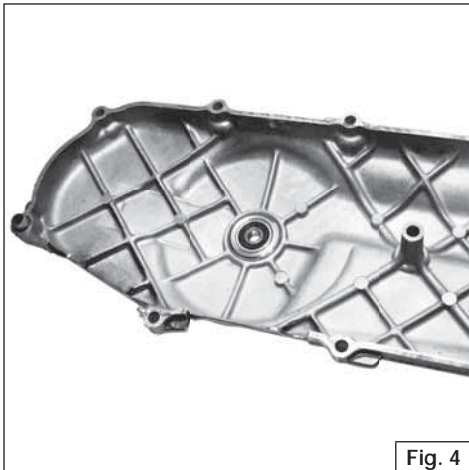

Fig. 4
- Alloggiare il cuscinetto nel porta cuscinetto (**Fig. 3**) e inserirlo nell'apposita sede (**Fig. 4**)
- Press bearing into the bearing holder and place into the cover recess (**Fig. 4**)
- Mettre le roulement sur le porte roulement (**Fig. 3**) et l'insérer dans l'endroit prévu (**Fig. 4**)
- Setzen Sie das Lager in die spezielle Lagerbuchse und pressen anschließend beides zusammen in das Silikon (**Abb. 4**).
- Alojarse el cojinete en el porta cojinete (**Fig. 3**) e insertarlo en el alojamiento indicado (**Fig. 4**).